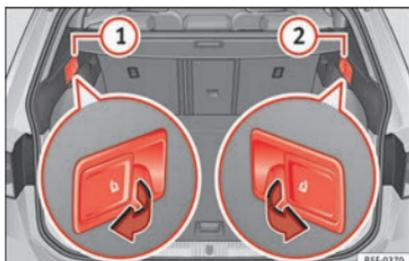

Fig. 112 En el maletero: palancas para desbloqueo a distancia de las partes izquierda ① y derecha ② del respaldo trasero.
- Tire de la palanca de desbloqueo a distancia de la parte izquierda » fig. 112 ① o derecha ② del respaldo en el sentido de la flecha. La parte desbloqueada del respaldo trasero se abate automáticamente hacia delante.